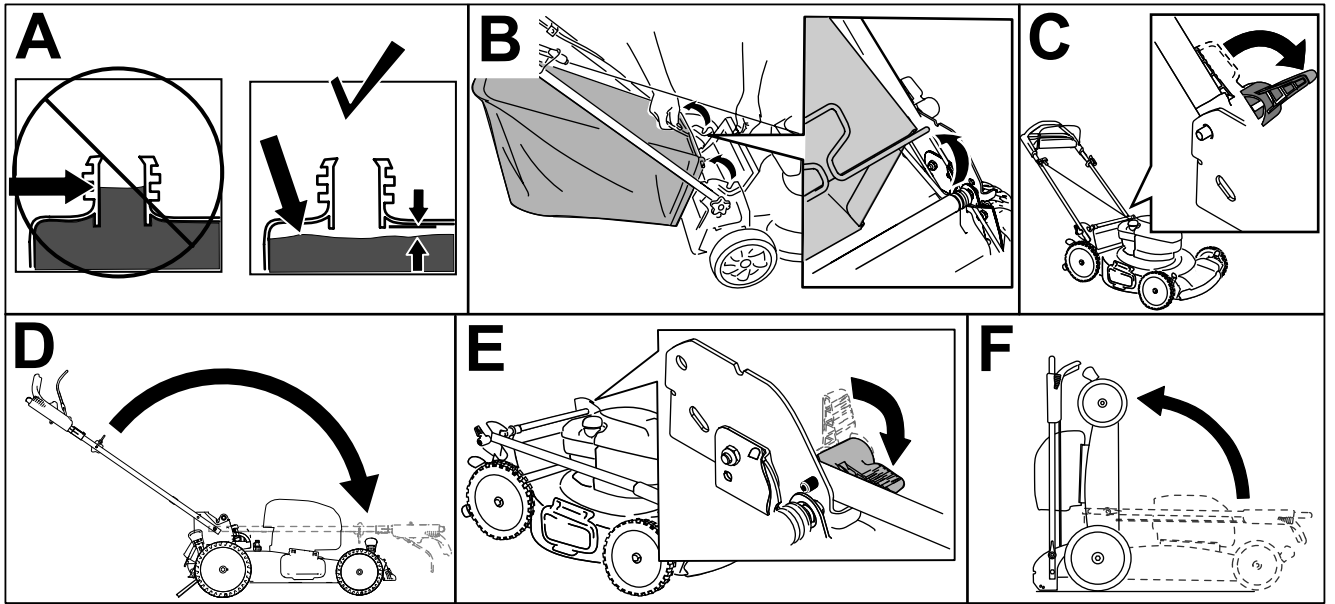

Figure 25
Remarque: Si le niveau de carburant est trop élevé dans le réservoir de carburant, vidangez une partie du réservoir dans un récipient approprié jusqu'à ce que le niveau soit égal ou inférieur à la limite recommandée par le constructeur du moteur (A de Figure 25).
2. Si le bac à herbe est installé, déposez-le; (B de Figure 25).
3. Déverrouillez le guidon (C de Figure 25).
4. Pliez le guidon complètement en avant (D de Figure 25).
5. Verrouillez le guidon (E de Figure 25).
6. Levez l'avant de la machine par le guidon et amenez-la dans un lieu de remisage (F de Figure 25).